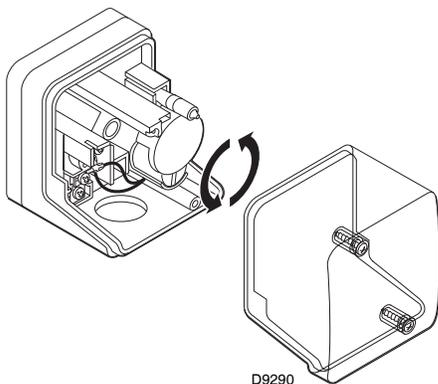

Fig. 38
- Regule el presostato aire mínimo (Fig. 38) al inicio de la escala.